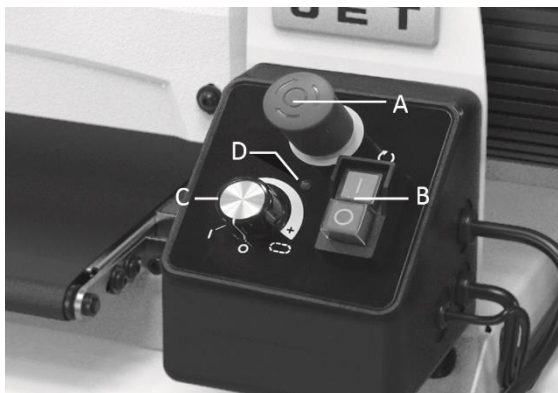

Figure 9-1: Panneau de commande
3. Démarrez le cylindre à poncer (avec panneau de commande, Figure 9-1).
2. Déverrouillez l'arrêt d'urgence (A, Figure 9-1) en tournant le bouton rouge dans le sens des aiguilles d'une montre ou en le tirant vers le haut.
**Remarque :** La lampe d'erreur (D) peut clignoter en continu, pour rappeler que le convoyeur n'est pas éteint.